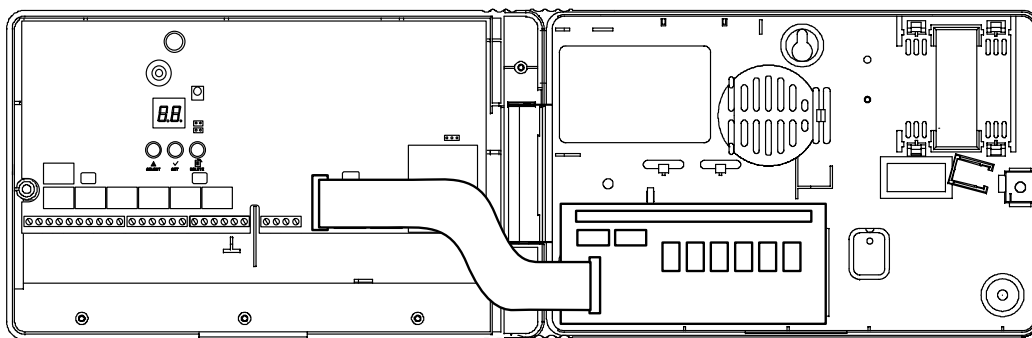

Figure 6. Installation de la carte d'extension
4. Positionner la carte d'extension dans la partie arrière du boîtier (voir la figure 6) en veillant bien à ce que les relais soient en haut et que le câble plat soit sur la gauche. Les 4 vis doivent alors être en face de trous préalablement percés dans le boîtier.